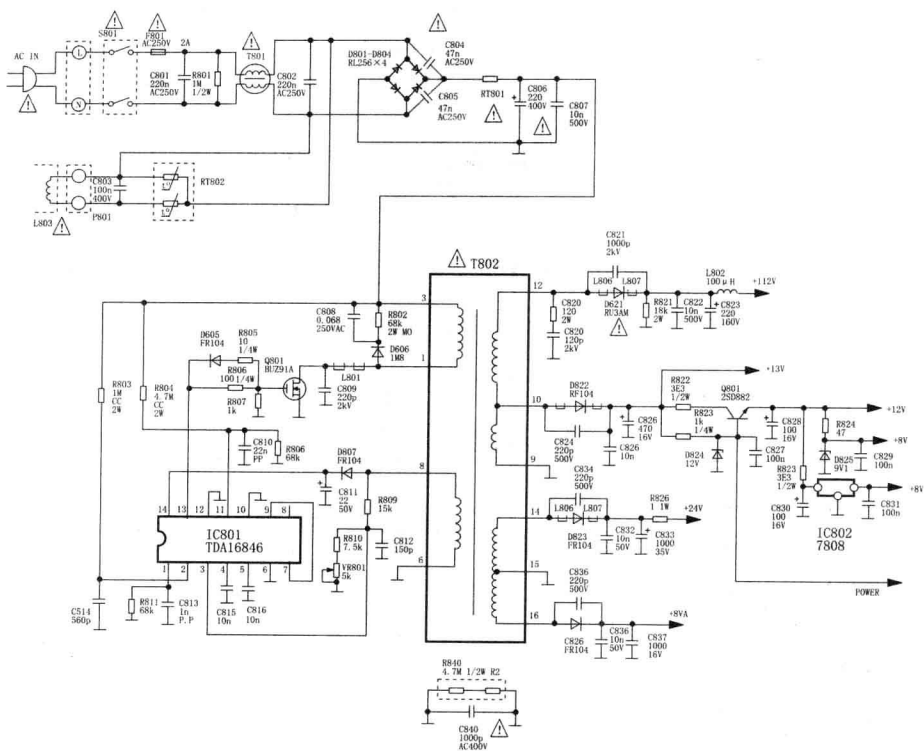

图 3-2 TCL 2111D 型彩电开关电源电路
工作原理 (图 3-2) 交流 220V 电压经开关 S801、熔断丝 F801、互感滤波器 T801, 进入桥式整流后输出 300V 直流电压。电压一路经开关变压器 T802 的 ③—①绕组加到场效应管 Q801 的漏极 D 上, 另一路经启动电阻 R803 为集成电路 IC801 的 ②脚提供启动电流, 使开关电源振荡工作。IC801 振荡后, ⑬脚提供正反馈电压, 使 IC801 继续进行振荡。